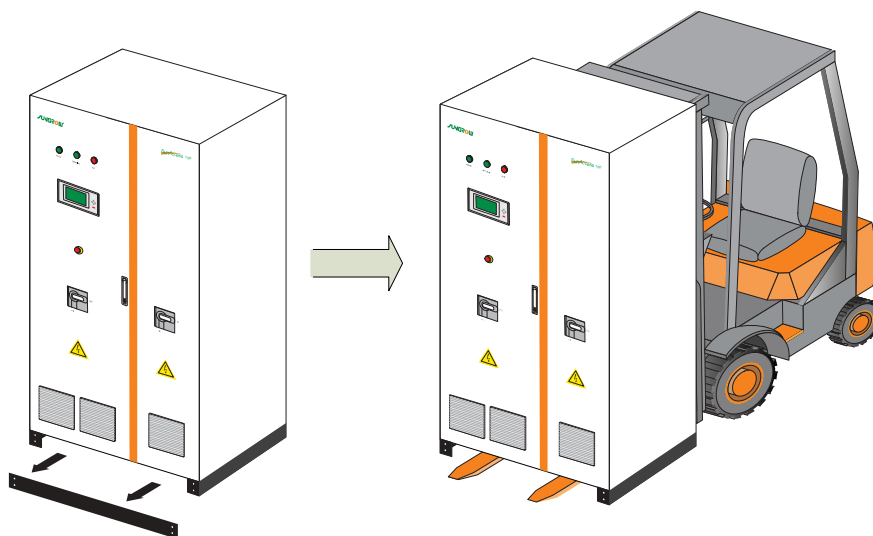

Fig 6-15 Utilizzo di un carrello elevatore a forche per movimentare il dispositivo SG100K3
- In caso di utilizzo di un carrello elevatore a forche per movimentare il dispositivo SG100K3, rispettare le seguenti procedure, vedere Fig 6-15: